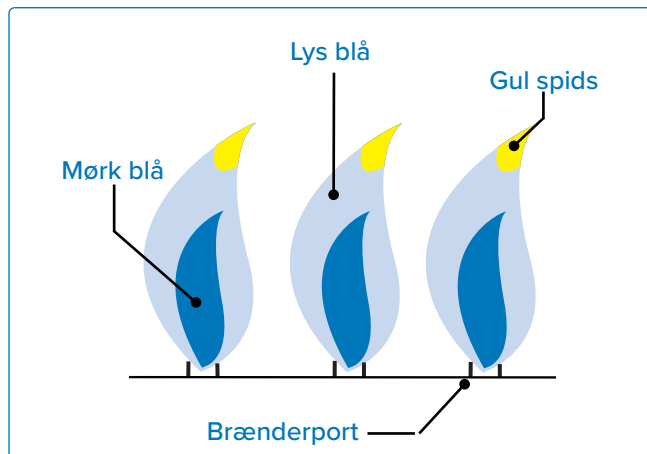

Fig. 16
- Flammerne skal være mørkeblå med lyseblå spidser og lejlighedsvis gule (**Fig. 16**)